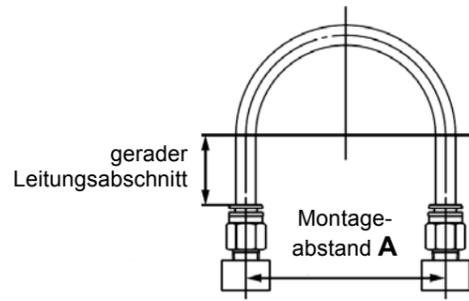

Abb. 6
- Beim Anschluss von Schläuchen mit Steckverbindungen für den Schlauch eine Reservelänge vorsehen, wie in Abb. 6 gezeigt